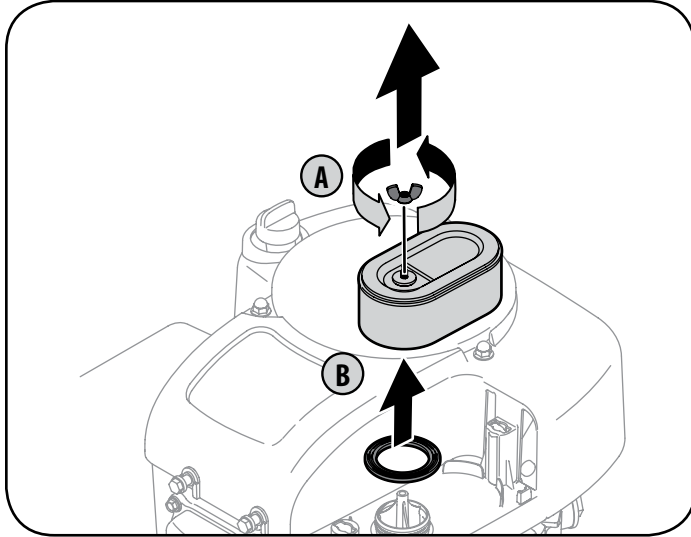

Figura 26
2. Retire el tornillo de mariposa (A). Vea la Figura 26.
3. Tire hacia arriba y retire el filtro de aire y el sello de base (B). Vea la Figura 26.